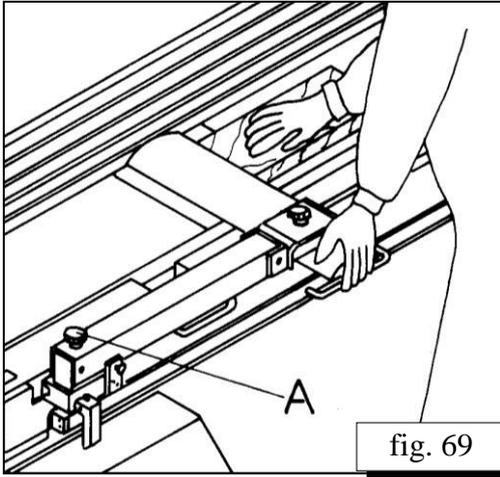

fig. 69
**Préparation au dégauchissage (fig. 69)**
- ⇓ A l'aide de la main droite le détail se pousse légèrement sous le protecteur du cylindre à lames et ce dernier reste sur le détail. (fig. 69)